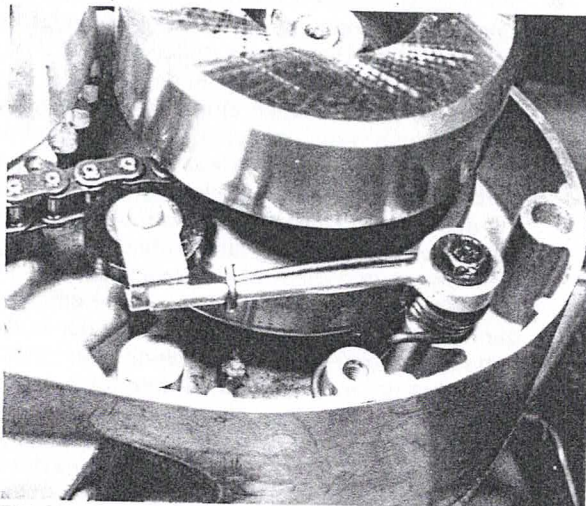

Bild 80
- Den Kettenspanner mit der Feder so einbauen, dass die Spannrolle an der Unterseite des unteren Kettentrums anliegt (Bild 80).